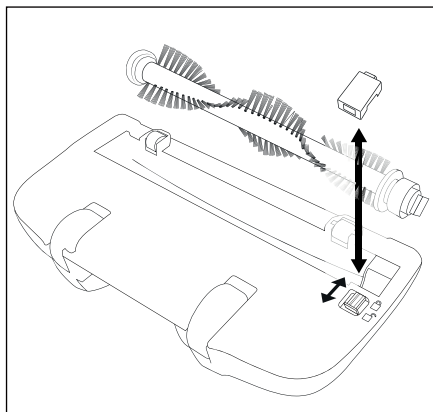

Fig. 5
- Glissez le verrouillage sur le cache en direction de l'icône  et retirez le cache (fig. 5).
- Retirez le rouleau brosse ⑭.
- Éliminez les saletés (des deux côtés des poils) et nettoyez le rouleau brosse ⑭. Prenez pour cela un chiffon humide et essuyez de l'intérieur vers l'extérieur chaque paquet de poils.
- Pour remettre en place le rouleau brosse ⑭, glissez tout d'abord l'extrémité large sur l'arbre d'entraînement de manière à ce que le rouleau brosse ⑭ s'y enclenche.
- Glissez ensuite l'autre extrémité dans le logement de manière à ce que le rouleau brosse ⑭ se trouve droit dans la buse de sol.
- Remettez le cache en place et verrouillez-le jusqu'à ce qu'il s'enclenche. Le cache s'enclenche lorsque le verrouillage glisse automatiquement en direction  (fig. 5).